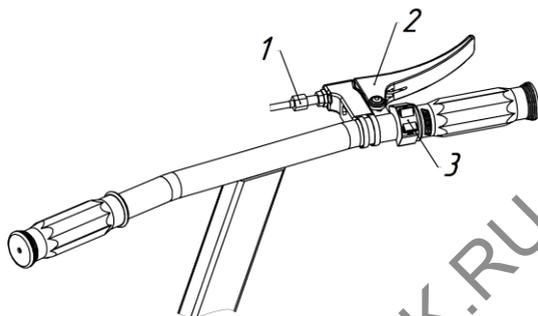

Рис.4 Органы управления мотобуксировщиком
- **Рычаг газа** (рис.4, поз.2). Управляет дроссельной заслонкой двигателя. Для начала движения и ускорения нажмите на рычаг газа. Для замедления отпустите рычаг газа. Перед запуском двигателя проверьте рычаг газа, убедившись, что он работает плавно. Удостоверьтесь, что рычаг возвращается в положение холостого хода, как только он становится свободным.
- **Болт регулировки рычага газа** (рис.4, поз.1). Данный болт предназначен для регулировки свободного хода рычага газа. Выкручивая регулировочный болт можно уменьшить люфт рычага газа.
- **Выключатель зажигания двигателя** (рис.4, поз.3). Предназначен для включения/выключения зажигания двигателя.